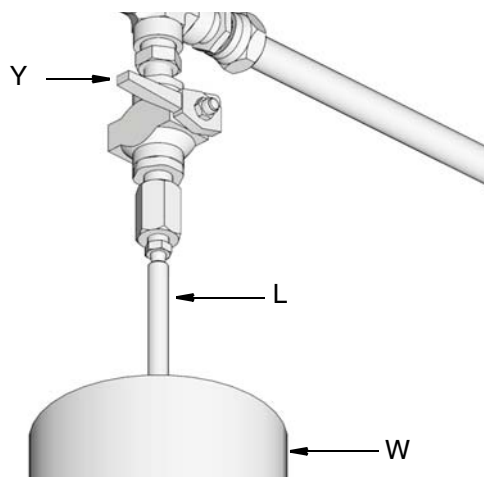

ABB. 24:
- a. Zur Druckentlastung zwischen Befüllpumpe (F) und Automatikbefüllung mit Absperrventil (B), ist das Kugelventil (bv) zu öffnen (ABB. 24). Der Druck wird entlastet und überschüssiges Material läuft aus dem Ablassrohr (L) in den Materialüberlaufbehälter (W) ab.